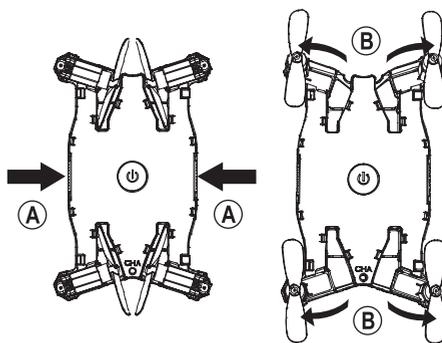

Figure 3
Appuyez pour ce faire sur les deux boutons de déverrouillage (voir figure 3, pos. A), jusqu'à ce que les rotors s'enclenchent de façon audible et visible (B).